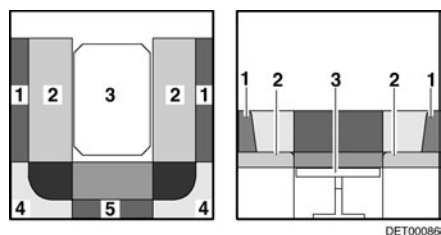

Fig. 105 Pendant la transformation
- Tirer les coussins d'assise (Fig. 105,2) vers le centre.
- Placer les coussins de dossier (Fig. 105,1) entre les coussins d'assise et la paroi extérieure.
- Retirer les coussins de dossier (Fig. 105,4 et 5) et les placer de côté.